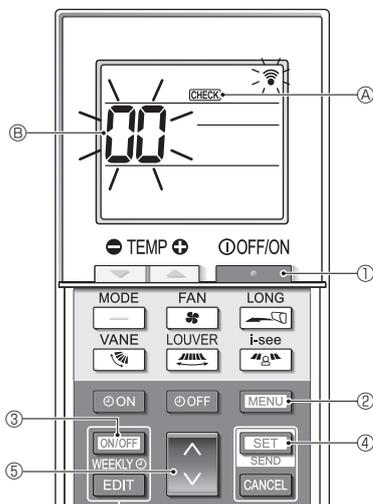

Fig. 7-6
■ Selvsjekk (Fig. 7-6)
- Trykk på [ON/OFF]-knappen ① for å stoppe klimaanlegget.
- Hvis uketidsuret er aktivert (WEEKLY lyser), trykker du på [ON/OFF WEEKLY]-knappen ③ for å deaktivere det (WEEKLY slukkes).
- Trykk på [MENU]-knappen ② i 5 sekunder.
- CHECK ④ tennes, og enheten går over i selvsjekkmodus.
- Trykk på [DOWN]-knappen ⑤ for å velge kjølemiddeladresse (M-NET-adresse) ⑥ for innendørsenheten du vil foreta selvsjekk for.
- Trykk på [SET]-knappen ④.
- Trykk på [ON/OFF]-knappen ①.
- CHECK ④ og kjølemiddeladresse (M-NET-adresse) ⑥ slukkes, og selvsjekken fullføres.